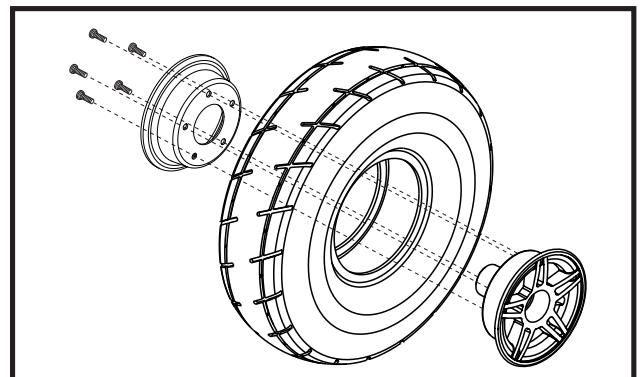

Abb. 25. Jet 3 Ultra Antriebsrad
4. Entfernen Sie die Schraubenmutter des Antriebsrades von der Radnabe. Siehe Abb. 25.